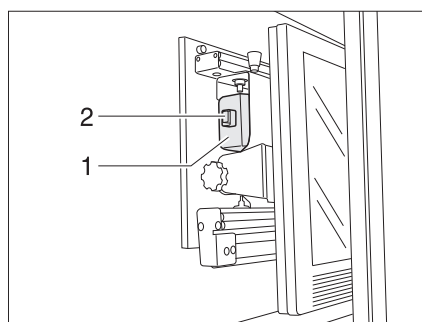

Fig. 9 Téléviseur (écran plat)
- Tourner le téléviseur dans sa position initiale (Fig. 9) et, le cas échéant, le laisser s'enclencher.
- Pousser la console du téléviseur ou le support de l'écran plat à l'aide de la poignée (Fig. 9,1) vers l'arrière. Le verrou (Fig. 9,2) s'enclenche.